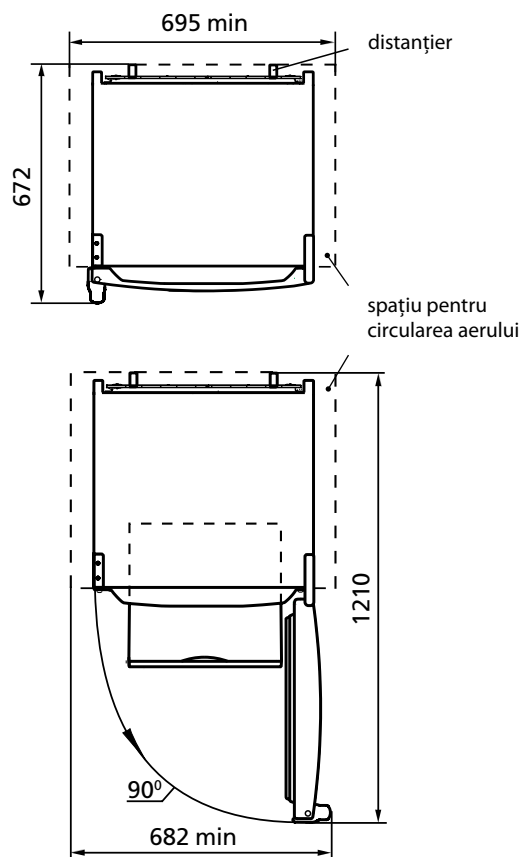

Figura 2 – Congelator (vedere de sus)
**1.3** Spațiul necesar pentru instalație al congelatorului este determinat conform dimensiunilor arătate în Figura 2 (mm). Pentru a ușura scoaterea pieselor din congelator ușa trebuie să fie deschisă la 90° minim.